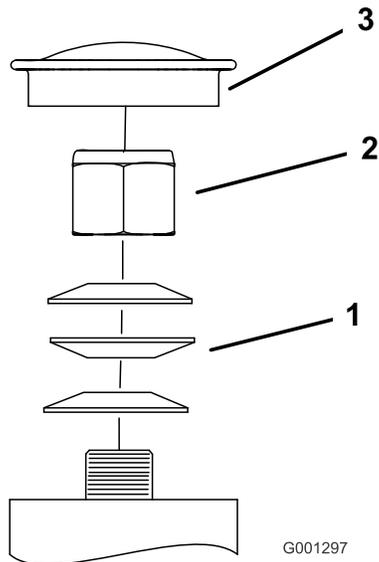

図 56
3. キャスタからダストキャップを外してロックナットを締め付ける 図 56。
4. スプリングワッシャが平たくつぶれるまでロックナットを締め付け、その位置から 1/4 回転もどすと、ベアリングに対して適切な予負荷がかかる 図 56。
**重要**スプリングワッシャが 図 56 のように正しく取り付けられていることを確認してください。
5. ダストキャップを取り付ける 図 56。